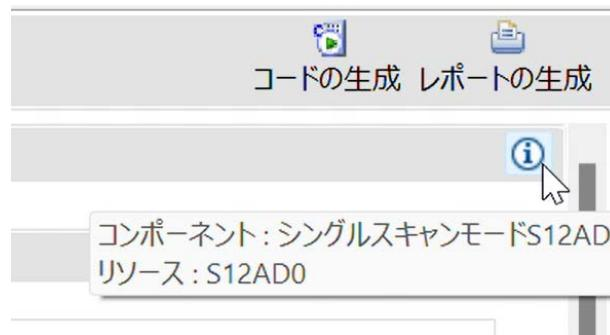

図 4-18 コンポーネントの情報アイコン
追加した CG コンポーネントの右上に情報アイコン [①] が表示され、コンポーネントとリソースの情報を確認できます。情報アイコンにカーソルを合わせると、図 4-18 のようなコンポーネントの情報が表示されます。